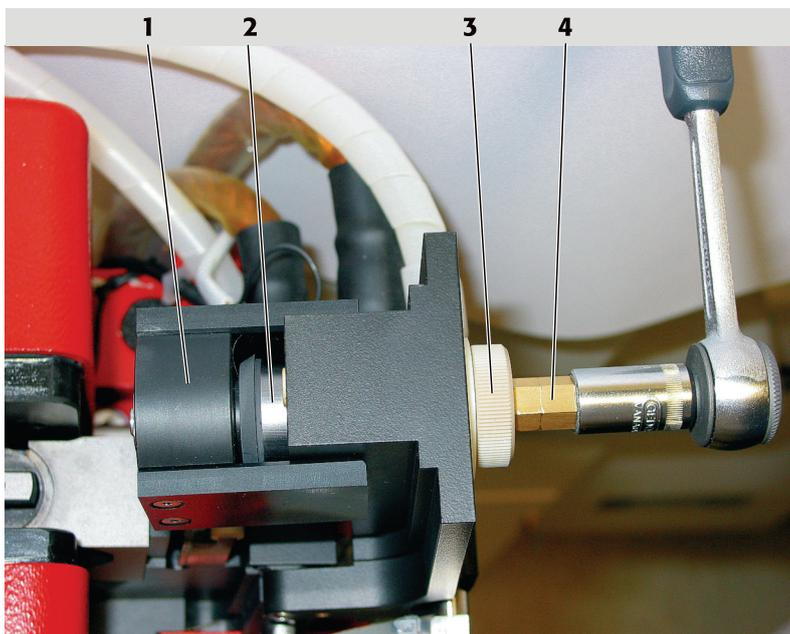

Fig. 55 Electrode avec outil s'insertion contre la mâchoire
2. Visser l'écrou à bride (3, Fig. 55) des outils d'insertion jusqu'à la butée dans la mâchoire du four.